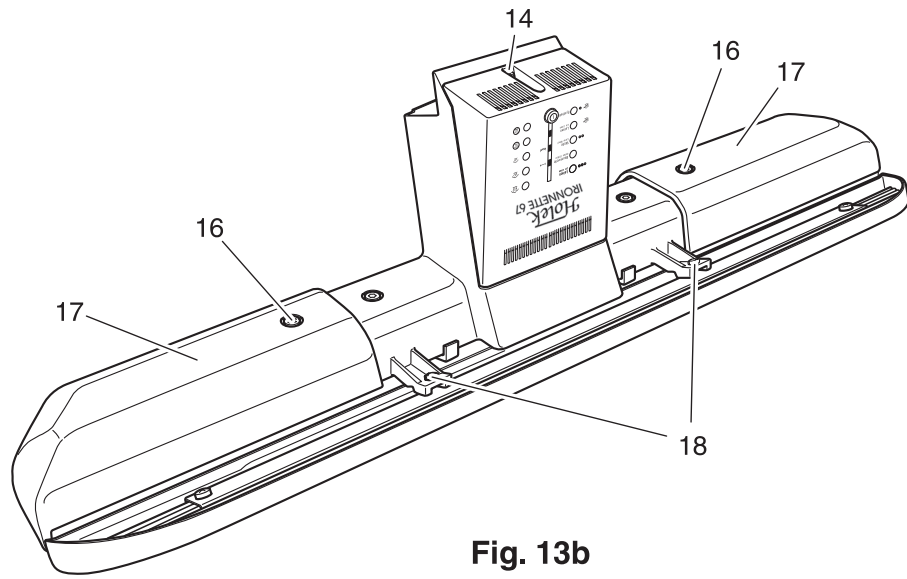

Fig. 13b
- Die beiden Abdeckkappen 17 mit den Formscheiben aufsetzen (Fig. 13b).